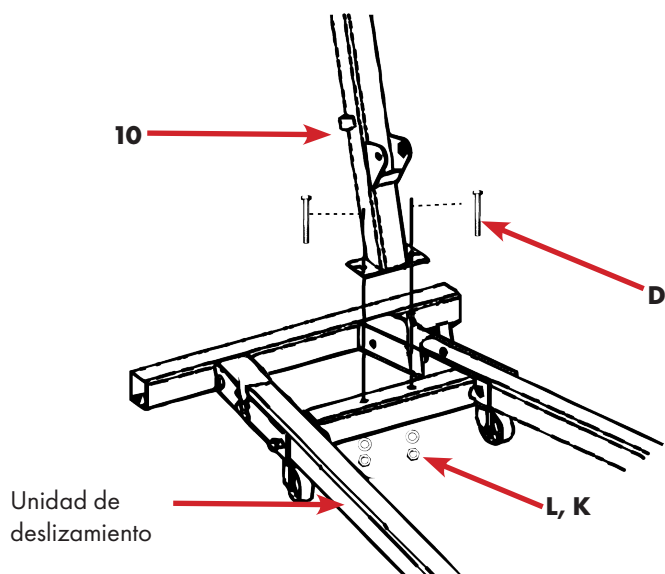

Fig.11
- Utilice dos de los pernos M14x100 con arandelas y tuercas, consulte la Fig. 11.